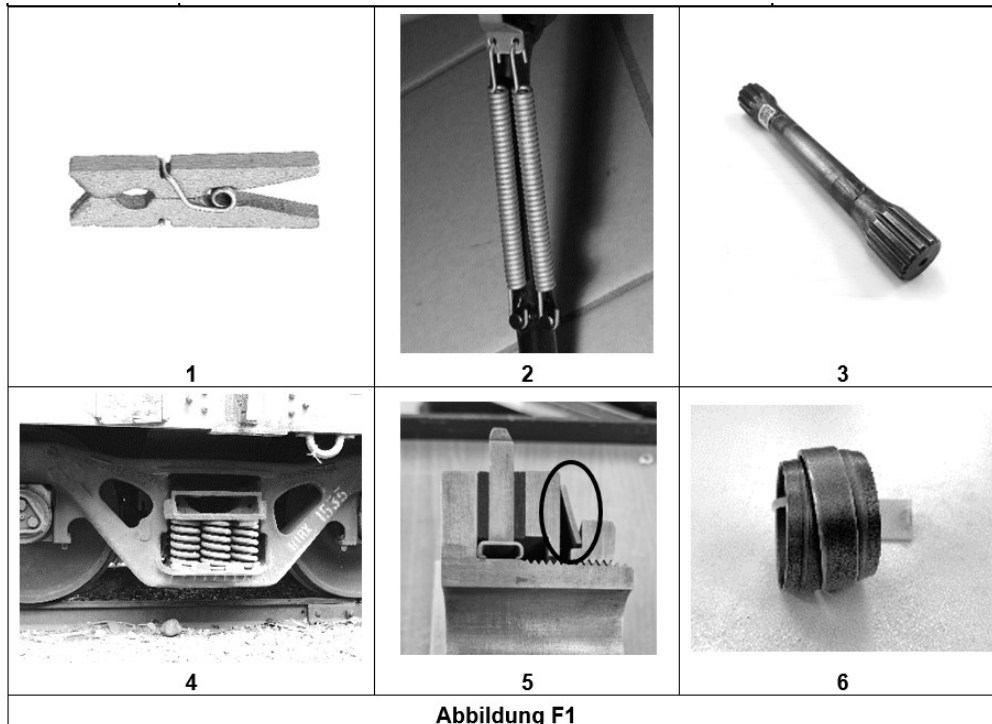

Abbildung F1
1 **Aufgabe:** Beantworten Sie folgende Fragen zu den in Abbildung F1 dargestellten Federn: Welche ist die zutreffende Bezeichnung der Federn aus der Abbildung? (0,5 Punkte, Gewichtung: 0,5)
2 **Aufgabe:** Beantworten Sie folgende Fragen zu den in Abbildung F1 dargestellten Federn: Welche ist die zutreffende Bezeichnung der Federn aus der Abbildung? (0,5 Punkte, Gewichtung: 0,5)
3 **Aufgabe:** Beantworten Sie folgende Fragen zu den in Abbildung F1 dargestellten Federn: Welche ist die zutreffende Bezeichnung der Federn aus der Abbildung? (0,5 Punkte, Gewichtung: 0,5)
4 **Aufgabe:** Beantworten Sie folgende Fragen zu den in Abbildung F1 dargestellten Federn: Welche ist die zutreffende Bezeichnung der Federn aus der Abbildung? (0,5 Punkte, Gewichtung: 0,5)
5 **Aufgabe:** Beantworten Sie folgende Fragen zu den in Abbildung F1 dargestellten Federn: Welche ist die zutreffende Bezeichnung der Federn aus der Abbildung? (0,5 Punkte, Gewichtung: 0,5)
6 **Aufgabe:** Beantworten Sie folgende Fragen zu den in Abbildung F1 dargestellten Federn: Welche ist die zutreffende Bezeichnung der Federn aus der Abbildung? (0,5 Punkte, Gewichtung: 0,5)
7 **Aufgabe:** Beantworten Sie folgende Fragen zu den in Abbildung F1 dargestellten Federn: Welches ist die Hauptbeanspruchungsart der Federn aus Abbildung F1? (0,5 Punkte, Gewichtung: 0,5)
8 **Aufgabe:** Beantworten Sie folgende Fragen zu den in Abbildung F1 dargestellten Federn: Welches ist die Hauptbeanspruchungsart der Federn aus Abbildung F1? (0,5 Punkte, Gewichtung: 0,5)
9 **Aufgabe:** Beantworten Sie folgende Fragen zu den in Abbildung F1 dargestellten Federn: Welches ist die Hauptbeanspruchungsart der Federn aus Abbildung F1? (0,5 Punkte, Gewichtung: 0,5)
10 **Aufgabe:** Beantworten Sie folgende Fragen zu den in Abbildung F1 dargestellten Federn: Welches ist die Hauptbeanspruchungsart der Federn aus Abbildung F1? (0,5 Punkte, Gewichtung: 0,5)
- 11 **Aufgabe:** Beantworten Sie folgende Fragen zu den in Abbildung F1 dargestellten Federn: Welches ist die Hauptbeanspruchungsart der Federn aus Abbildung F1? (0,5 Punkte, Gewichtung: 0,5)
- 12 **Aufgabe:** Beantworten Sie folgende Fragen zu den in Abbildung F1 dargestellten Federn: Welches ist die Hauptbeanspruchungsart der Federn aus Abbildung F1? (0,5 Punkte, Gewichtung: 0,5)